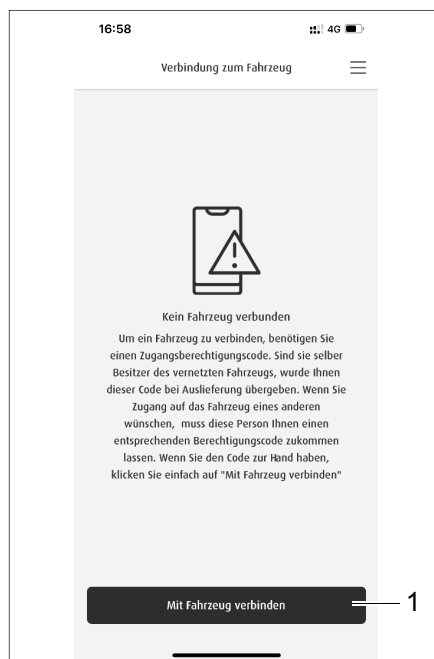
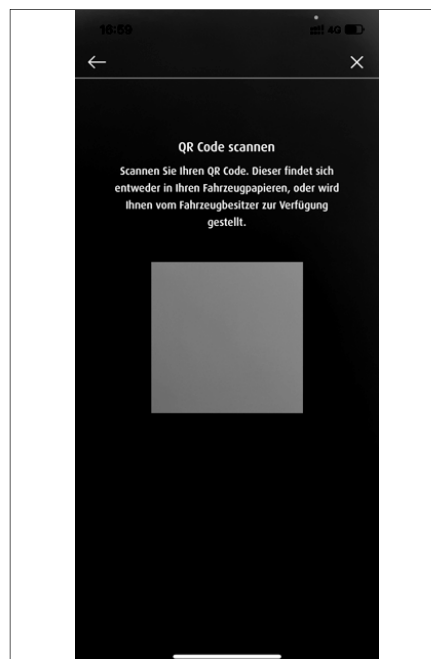

Bild 285 Anslutning till fordon
Bild 286 Skanna fordonets QR-kod
- Klicka på knappen *Registrering* (Bild 284,1). Menyfältet Anslutning till fordon visas (Bild 285). Om det redan finns fordon som är anslutna, visas de här.
- Klicka på knappen *Anslut till fordonet* (Bild 285,1) tippen. Menyfältet Skanna QR-kod visas (Bild 286).